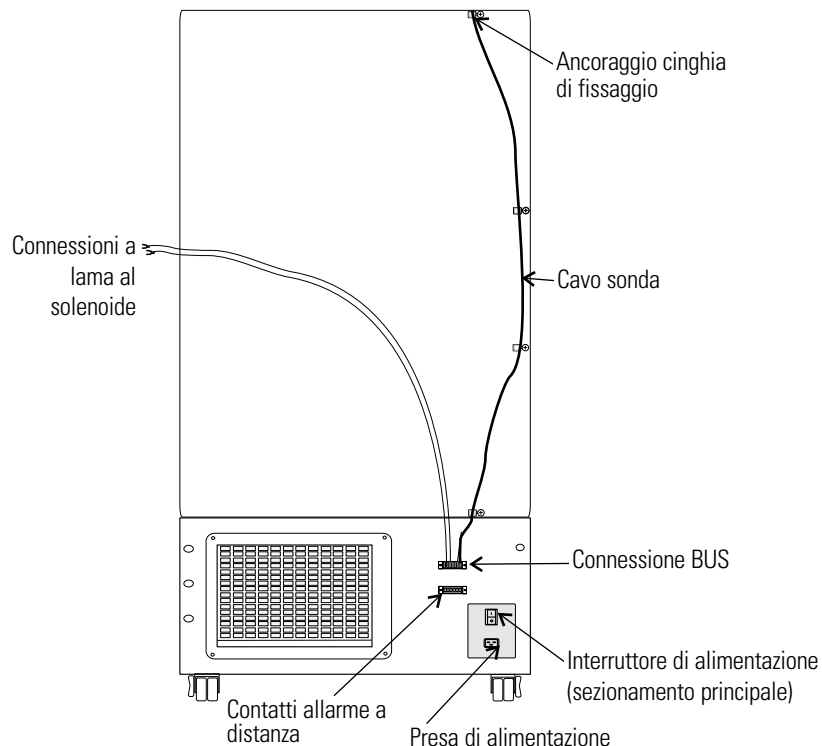

Figura 5-5. Percorso
1. Rimuovere le quattro viti sul pannello posteriore del freezer e usarli per montare gli ancoraggi della striscia come illustrato in figura 5-5. Fissare il cavo della sonda con le fascette.
4. Collegare l'alimentazione al freezer. Accendere il freezer, con l'interruttore della batteria spento (O).